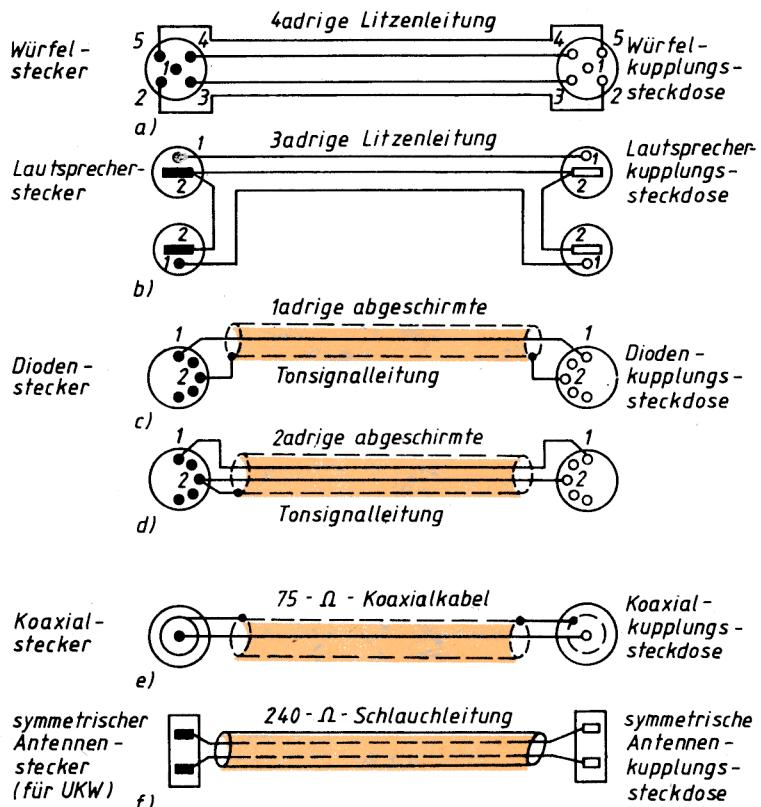

Bild 11.6
**Leitungen für Stereokopfhörer** lassen sich mit einem 4adrigen Kabel beliebig verlängern. Es genügt ein ganz geringer Querschnitt, eine Abschirmung ist auch nicht notwendig. Günstig sind aber Litzenleitungen, damit bei der häufigen Biegebeanspruchung das Kabel nicht bricht. Es wird auf der einen Seite mit einem Würfelstecker, auf der anderen mit einer Würfel-Kupplungssteckdose versehen oder bei Anschluß an Lautsprecherausgängen auch mit jeweils 2 entsprechenden Lautsprecher-Steckverbindern. Bei Würfelsteckern bleibt der Mittelstift 1 frei (Bild 11.6a und b). **Mikrofonleitungen** sollten Sie möglichst nicht verlängern, weil bei den mittel- und hochohmigen Heimmicrofonen leicht Brummen oder Störeinstrahlung von einem Rundfunkprogramm auftreten kann (vor allem in der Nähe von Rundfunksendern). Riskieren Sie dennoch einen Versuch, so verwenden Sie ein- oder besser 2adrige abgeschirmte Tonsignalleitung (Bild 11.6 c und d). Allerdings ist eine Verlängerung auf
Antennenkabel können auch verlängert werden. Sie müssen aber unbedingt den gleichen Kabeltyp und die dazu passenden Steckverbindungen verwenden (Bild 11.6 e und f), sonst entstehen beim Rundfunkempfang Verluste, die vor allem bei Stereo zu unnötigem Rauschen führen können. Bei Fernsehempfang ist bei Verwendung des falschen Kabel- oder Stekkertyps mit Doppelkonturen, Rauschen und Farbsäumen im Bild zu rechnen. Antennenleitungen soll man keinesfalls länger machen als unbedingt erforderlich. Besonders beim II. Programm auf UHF bringen längere Kabel schnell Bildverschlechterung, die aber mit einem passenden Antennenverstärker ausgeglichen